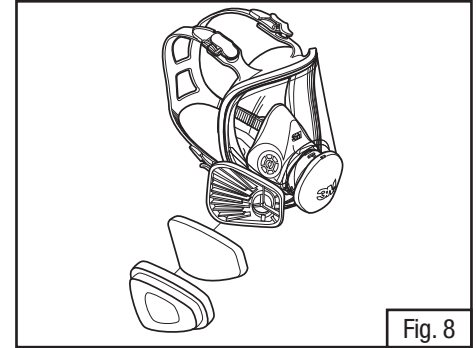

Fig. 8
3. Coloque o filtro no retentor 501 com a impressão do filtro voltada para o adaptador 603. Pressione o retentor sobre o adaptador e assegure que a vedação do filtro está livre de vincos ou folgas (Fig. 8).